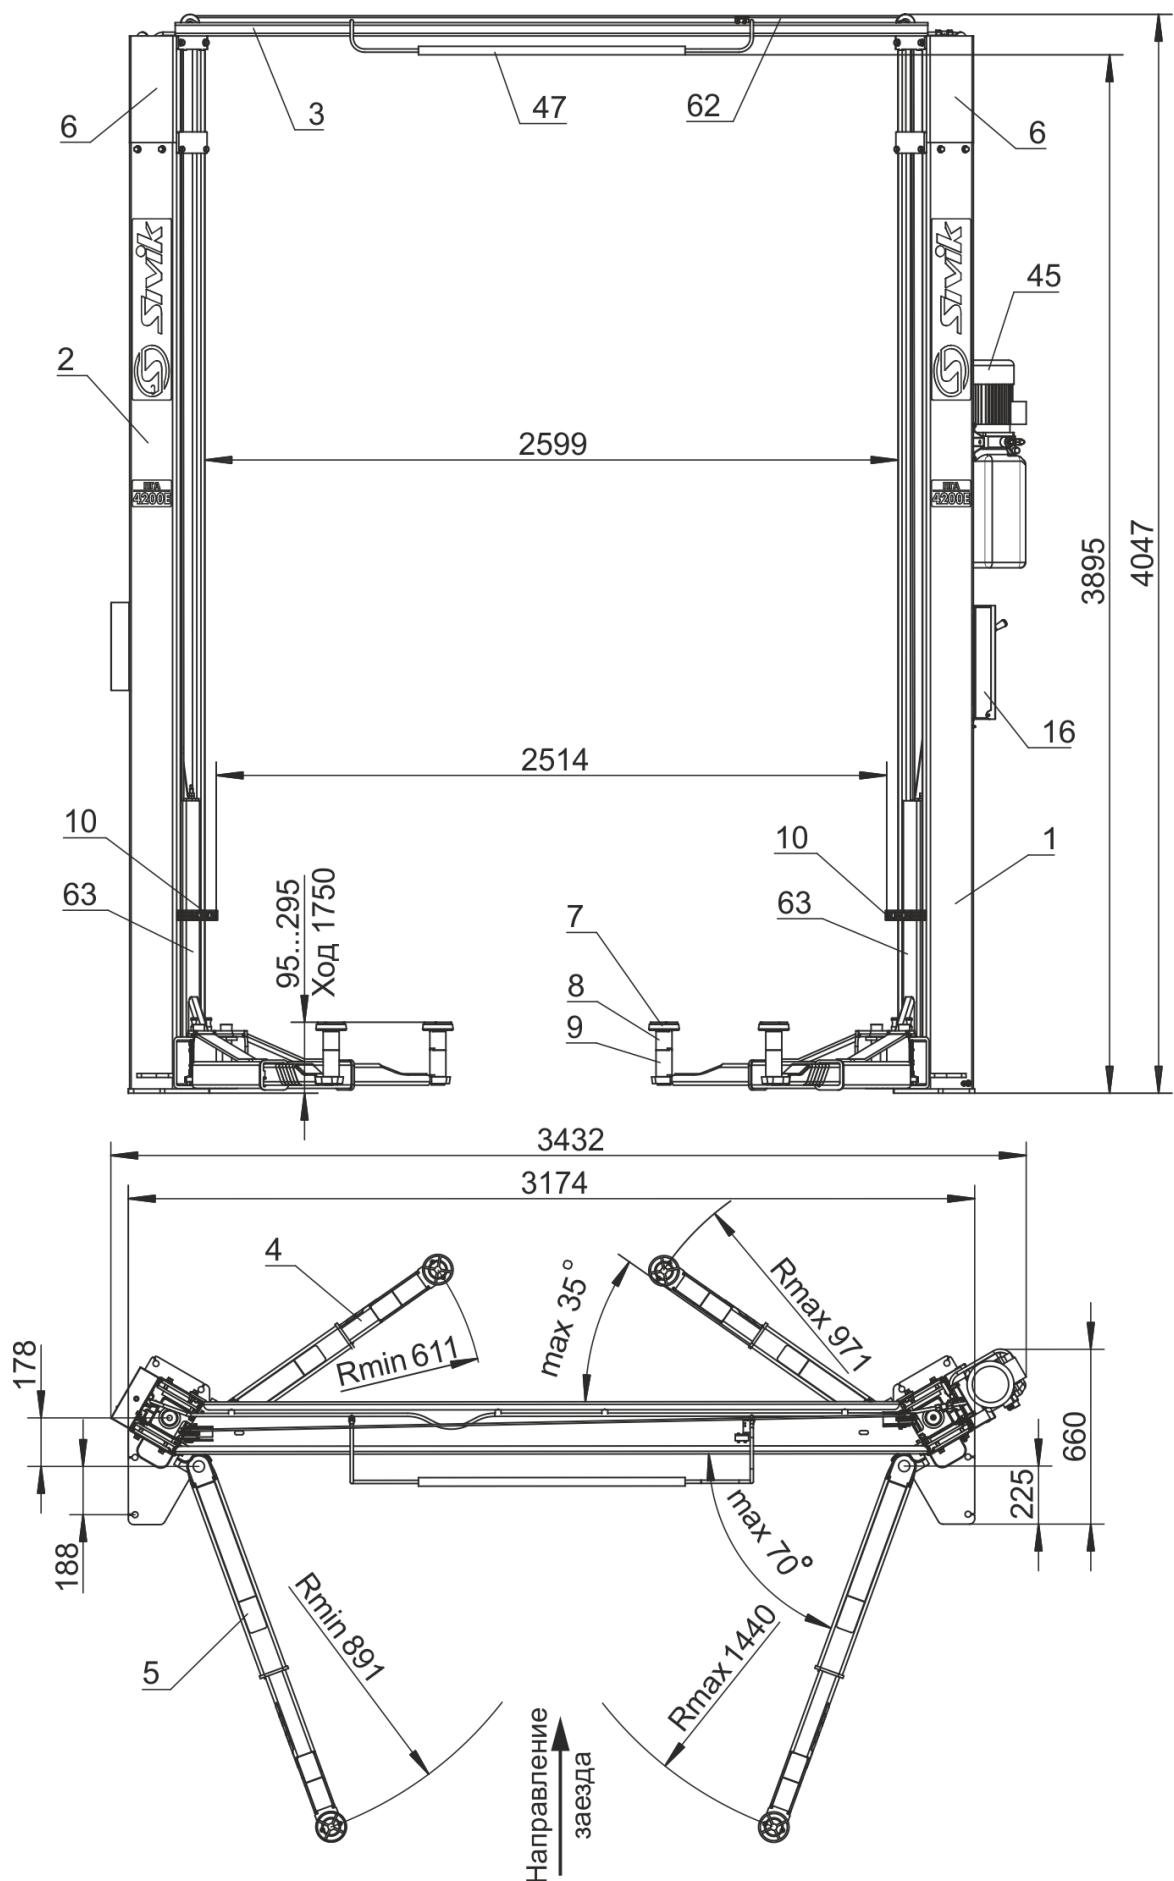
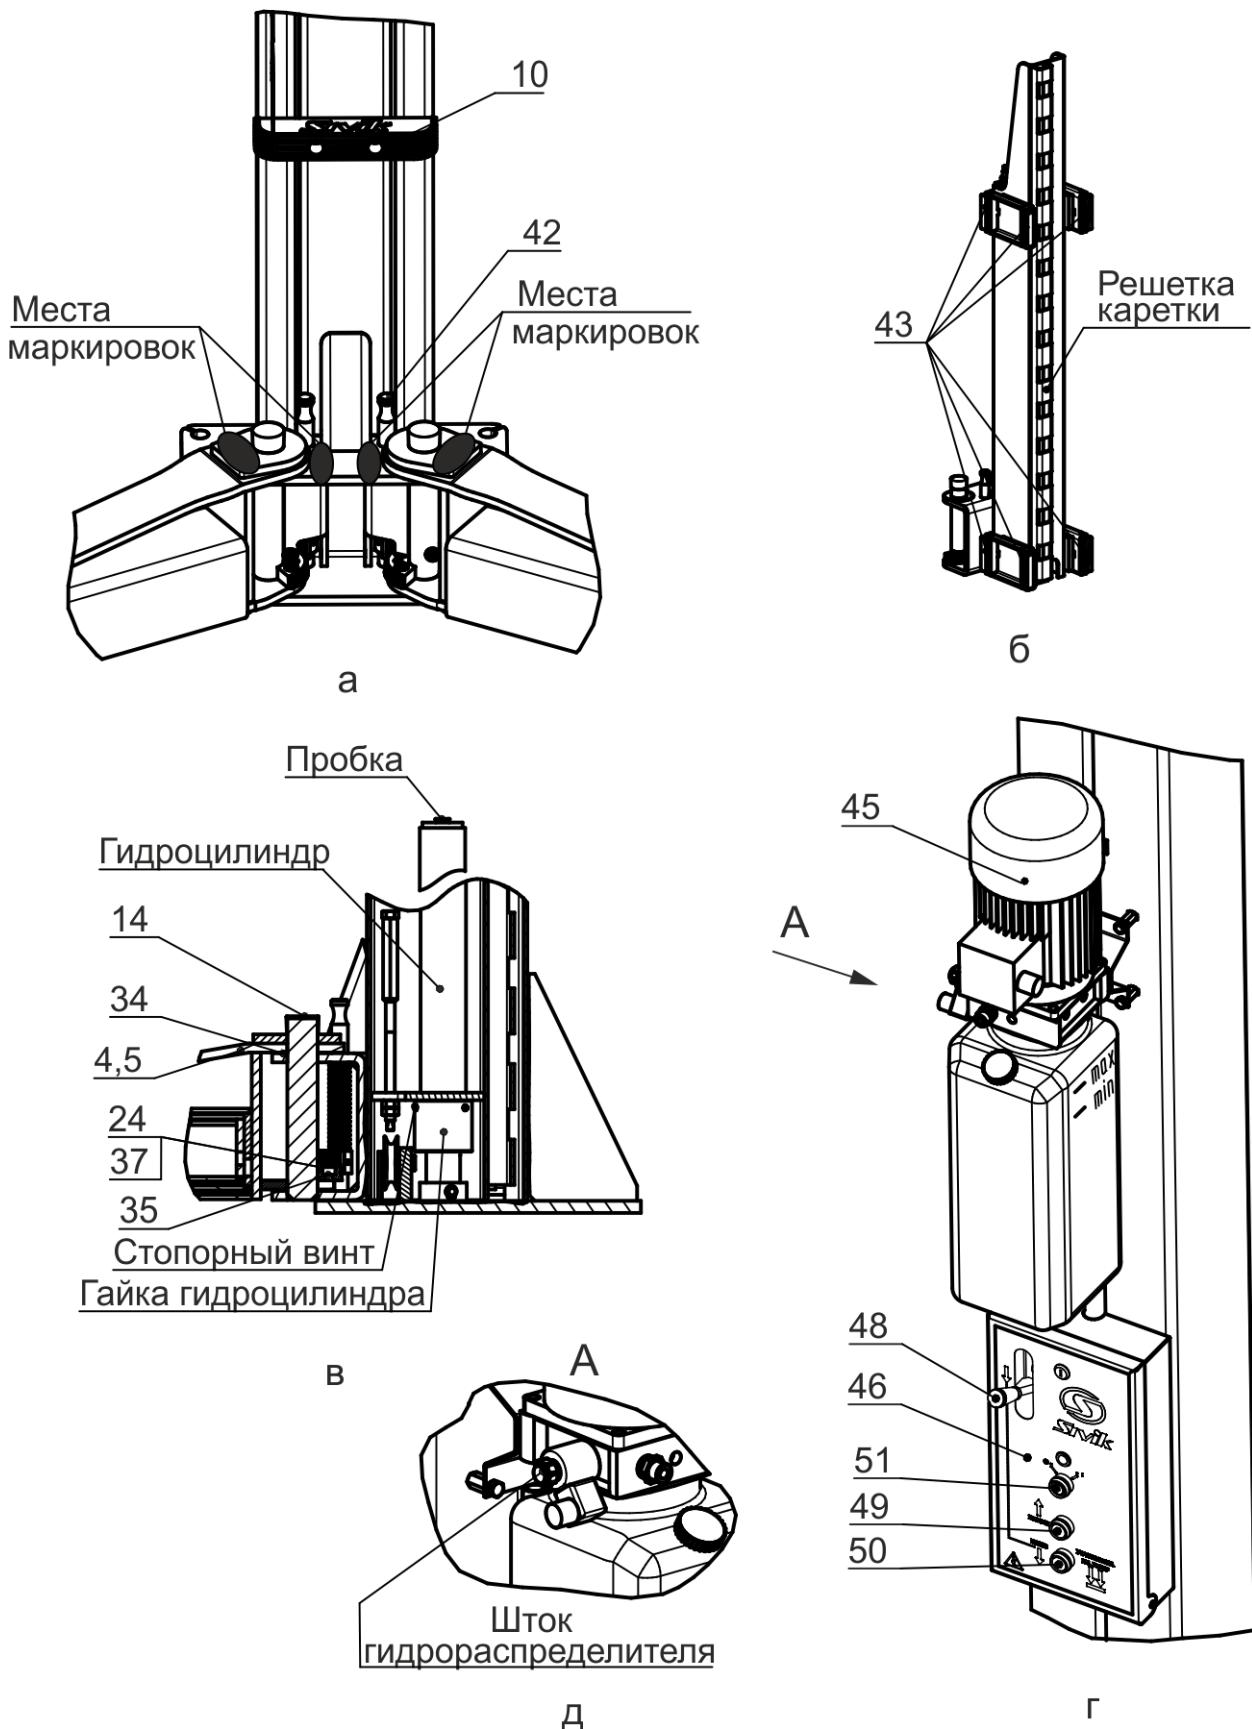

Рисунок 3.1 - Общий вид подъемника
Рисунок 4.1 – Виды подъемника
Подъемник (рисунок 3.1) состоит из двух стоек коробчатого сечения - правой 1 и левой 2, соединенных между собой перекладиной 3. В стойках размещены каретки 63 с закрепленными на них поворотными телескопическими подхватами 4 и 5 разной длины. На концах подхватов 4, 5 установлены опоры 7, подставки опоры 8, 9. Подхваты фиксируются стопорными устройствами 42 (рисунок 4.1 а), автоматически срабатывающими при подъеме автомобиля. При опускании кареток 63 в крайнее нижнее положение происходит автоматическое расстопорение подхватов 4 и 5. Каретки 63 приводятся в движение гидравлическими цилиндрами, установленными внутри стоек. Подъемник снабжен системой 62 тросовой синхронизации движения кареток 63.
Каждая каретка 63 (рисунок 4.1 б) снабжена полиамидными ползунами 43, скользящими по беговым дорожкам стоек 1 и 2. Каретки фиксируются на требуемой высоте стопорами-защелками 44 (рисунок 3.1), закрепленными на стойках 1,2 и входящими в зацепление с решетками на каретках 63.
На правой стойке (рисунок 4.1 г) размещена насосная станция 45 с пультом управления 46. Внутри насосной станции 45 находится клапан предохранительный, предотвращающий перегрузку в гидросистеме. Клапан предохранительный настроен на заданное давление и опломбирован.
- касании автомобилем ограничительной дуги 47 перекладины 3 (рисунок 3.1);
Для предотвращения повреждения дверей автомобиля (при открывании) на каретки 63 установлены накладки 10, фиксируемые винтами М8x30, шайбами 8Г и шайбами 8 (рисунок 3.1 и рисунок 4.1 а).
Управление подъемником осуществляется рычагом 48 (рисунок 4.1 г) и двумя кнопками 49 и 50, установленными в пульте управления 46. Рычагом 48 осуществляется расстопорения кареток 63, а кнопками 49 и 50, подъем (кнопка 49) и опускание (кнопка 50) кареток 63.
ВНИМАНИЕ! Перед сборкой проверить затяжку гаек гидроцилиндров и стопорных винтов (рисунок 4.1 в).
Для того чтобы проверить срабатывание упругой тяги 55, необходимо одному человеку прижать рукой защелку 44 к стойке 2, а другому повернуть рычаг 48 (рисунок 4.1 г) на себя. Упругая тяга 55 должна вытянуться на полный ход штока.
При повороте рычага 48 (рисунок 4.1 г) защелки на левой и правой стойки должны срабатывать одновременно. При отпускании рычага 48, защелки на левой и правой стойке должны вернуться в исходное положение. Регулировка проводится выборкой слабины тросика 52 и обжатием петли от вытягивания зажимом 13.
6.9 Открутить пробку бака насосной станции 45 и залить масло (около 12 л) до верхней метки «MAX» (рисунок 4.1 г). Уровень масла контролировать визуально. Установить пробку бака на место.
- кратковременным нажатием на кнопку 49 (двигатель должен работать, вращение крыльчатки по стрелке на кожухе эл. двигателя, а из бака должно убывать масло, рисунок 4.1 г).
- отвернуть пробки у каждого гидроцилиндра на один оборот (рисунок 4.1в)
6.13 Подхваты 4 и 5 установить согласно маркировки, предварительно одев шайбу 34 на ось каретки, как представлена на рисунке 4.1а и зафиксировать секторами 40 к подхватам 4 (рисунок 4.1в). Сектора фиксировать винтами 24 и шайбами 37. Допускается разно-высотность подхватов до 10 мм. Убедитесь, что подхваты фиксируются стопорными устройствами 42.